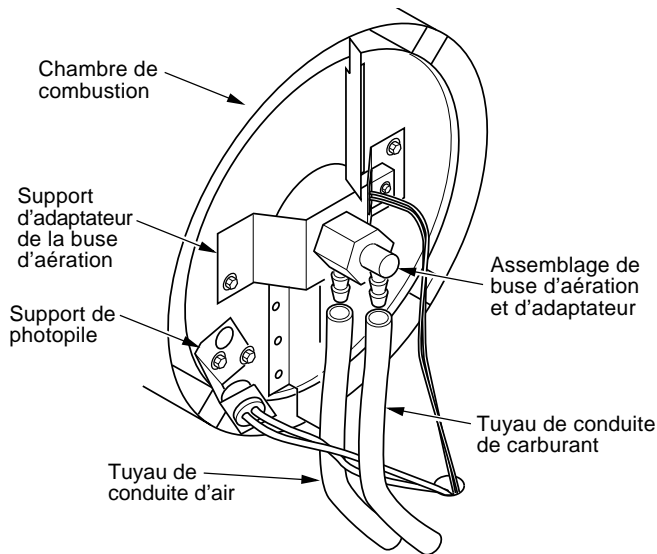
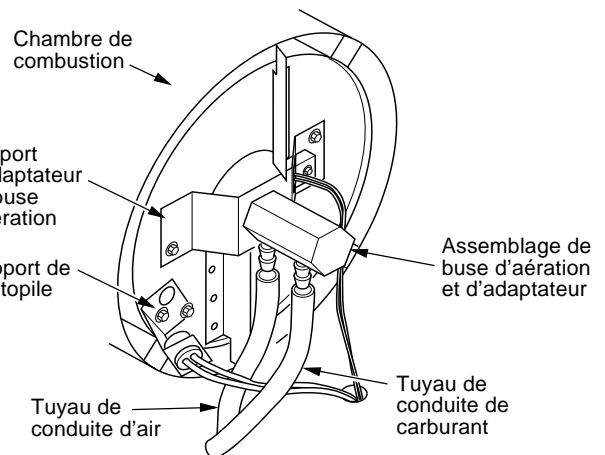
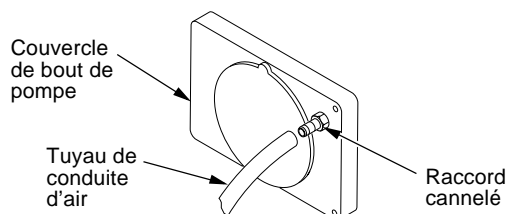

Figure 14 - Retrait des tuyaux de conduite de carburant et d'air (modèles 125T et 170T seulement)
Figure 17 - Retrait des tuyaux de conduite de carburant et d'air (modèles 200T seulement)
Figure 19 - Tuyau de conduite d'air vers le raccord cannelé
14. Remplacez la photopile dans le support de photopile. Acheminez les fils tels qu'illustrés à la Figure 14, page 11.
3. Retirez les tuyaux de conduite de carburant et d'air de l'assemblage de la buse d'aération (voir Figure 14).
3. Retirez les deux vis du support de l'adaptateur de la buse d'aération (voir Figure 17).
- Inspectez les tuyaux de conduite de carburant et d'air pour des fissures ou des trous. Si le tuyau de conduite de carburant est endommagé, débranchez-le de l'adaptateur de la buse d'aération (voir Figure 14 ou Figure 17 selon le modèle, page 11) ainsi que du filtre de carburant (voir *Filtre de carburant*, page 9). Si le tuyau de conduite d'air est endommagé, débranchez-le de l'adaptateur de la buse d'aération (voir Figure 14 ou Figure 17 selon le modèle, page 11) ainsi que du raccord cannelé sur le couvercle de bout de pompe (voir la Figure 19).
- Installez une nouvelle conduite de carburant ou une nouvelle conduite d'air. Attachez une extrémité du tuyau de la conduite d'air au raccord cannelé sur le couvercle de bout de pompe (voir Figure 19) et l'autre extrémité à l'adaptateur de la buse d'aération (voir Figure 14 ou Figure 17 selon le modèle, page 11). Attachez une extrémité du tuyau de conduite de carburant au filtre de carburant (voir *Filtre de carburant*, page 9) et l'autre extrémité à l'adaptateur de la buse d'aération (voir Figure 14 ou Figure 17 selon le modèle, page 11).
Remarque : Acheminez les tuyaux tels qu'illustrés à la Figure 14 ou la Figure 17 selon le modèle, page 11. Les tuyaux ne doivent pas toucher le support de la photopile.